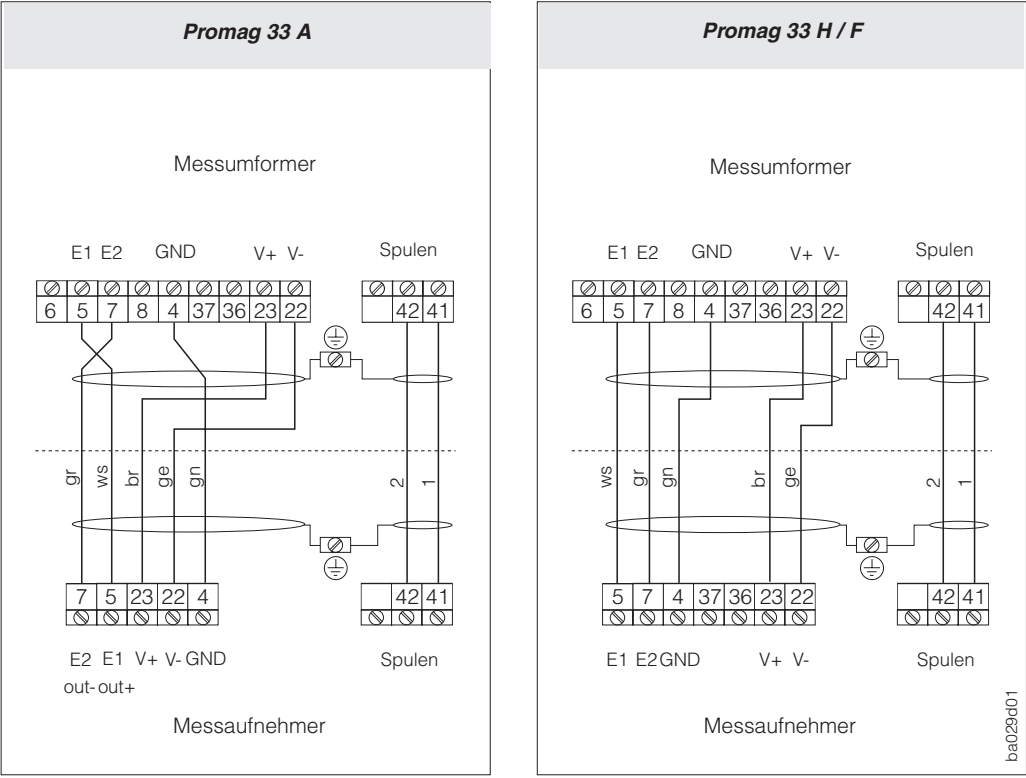

Abb. 26
4. Verdrahtung zwischen Messaufnehmer / Messumformer gemäß den elektrischen Anschlussplänen (s. Abb. 26) vornehmen.